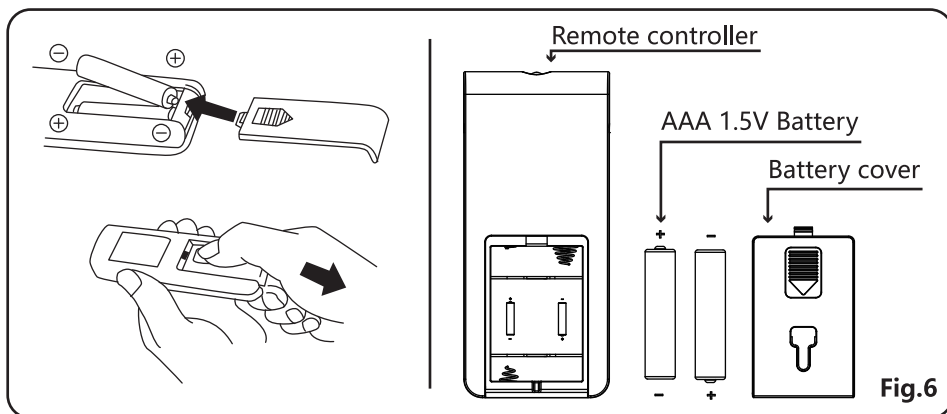

Fig.6
2. Inserire le batterie e assicurarsi che siano posizionate come mostrato in Fig. 6.